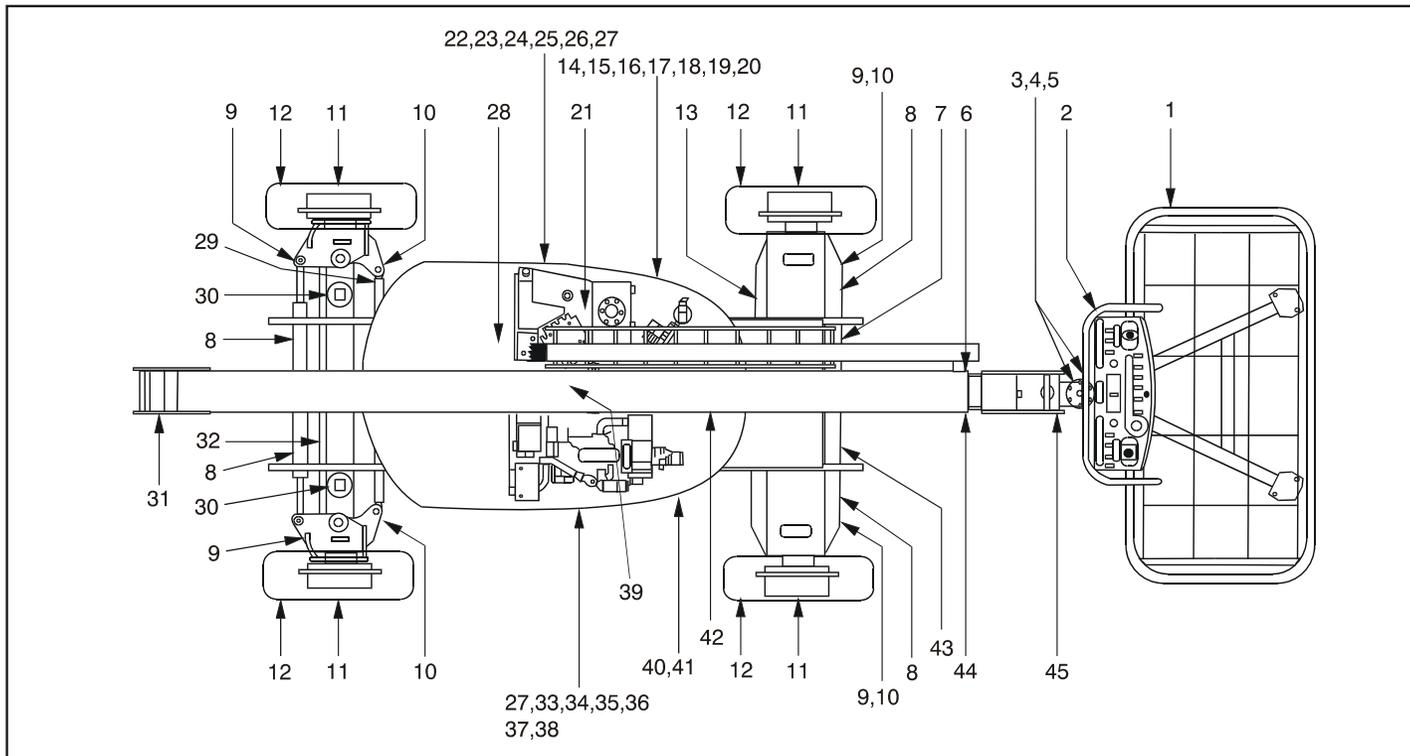

Figura 2-3. Ispezione completa quotidiana (Foglio 1 di 4)
5. **Ispezione "completa"** – Consultare la Figura 2-3. e la Figura 2-4.